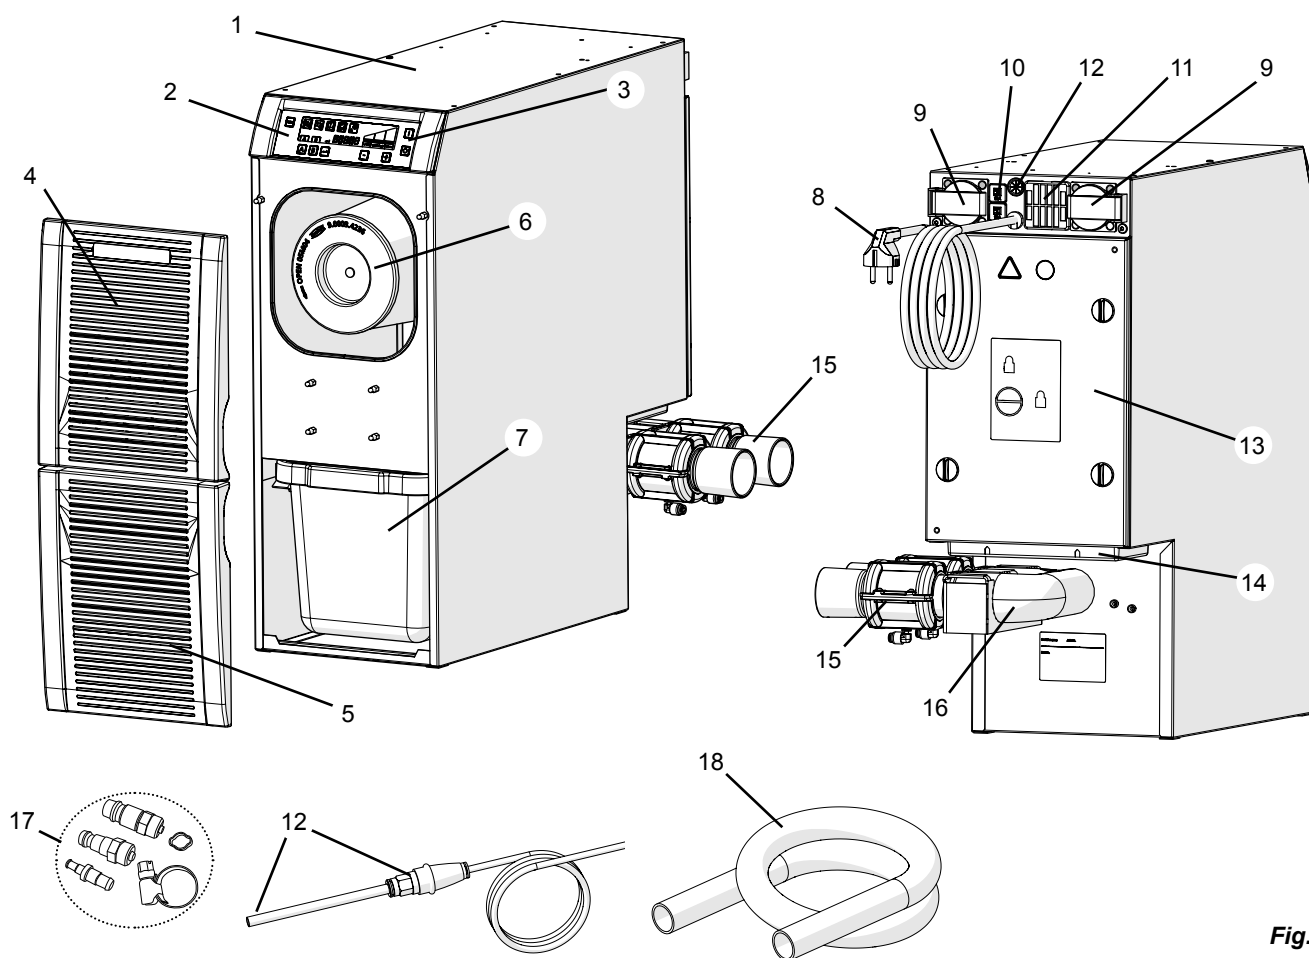

Fig. 1
- l'évacuation de l'air rejeté (14, Fig. 1) ne soit pas entravée.
- ⇒ Éteindre l'appareil en appuyant sur le commutateur marche / arrêt (3, Fig. 1).
- ⇒ Choisir le raccord pour tuyau adéquat parmi les accessoires de raccordement fournis (17, Fig. 1) et le fixer sur l'extrémité du tuyau.